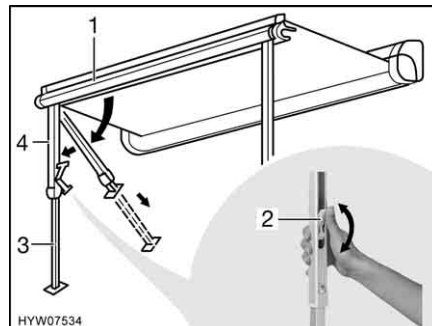

Fig. 7 Installazione dei montanti di supporto
- Estrarre i montanti di supporto (Fig. 7,4) dal listello anteriore (Fig. 7,1) ribaltandoli e montarli.
- Aprire il bloccaggio sui montanti di supporto. A tal fine ripiegare la leva di serraggio (Fig. 7,2) verso l'alto.
- Estrarre la parte inferiore dei montanti di supporto (Fig. 7,3) fino alla lunghezza desiderata.